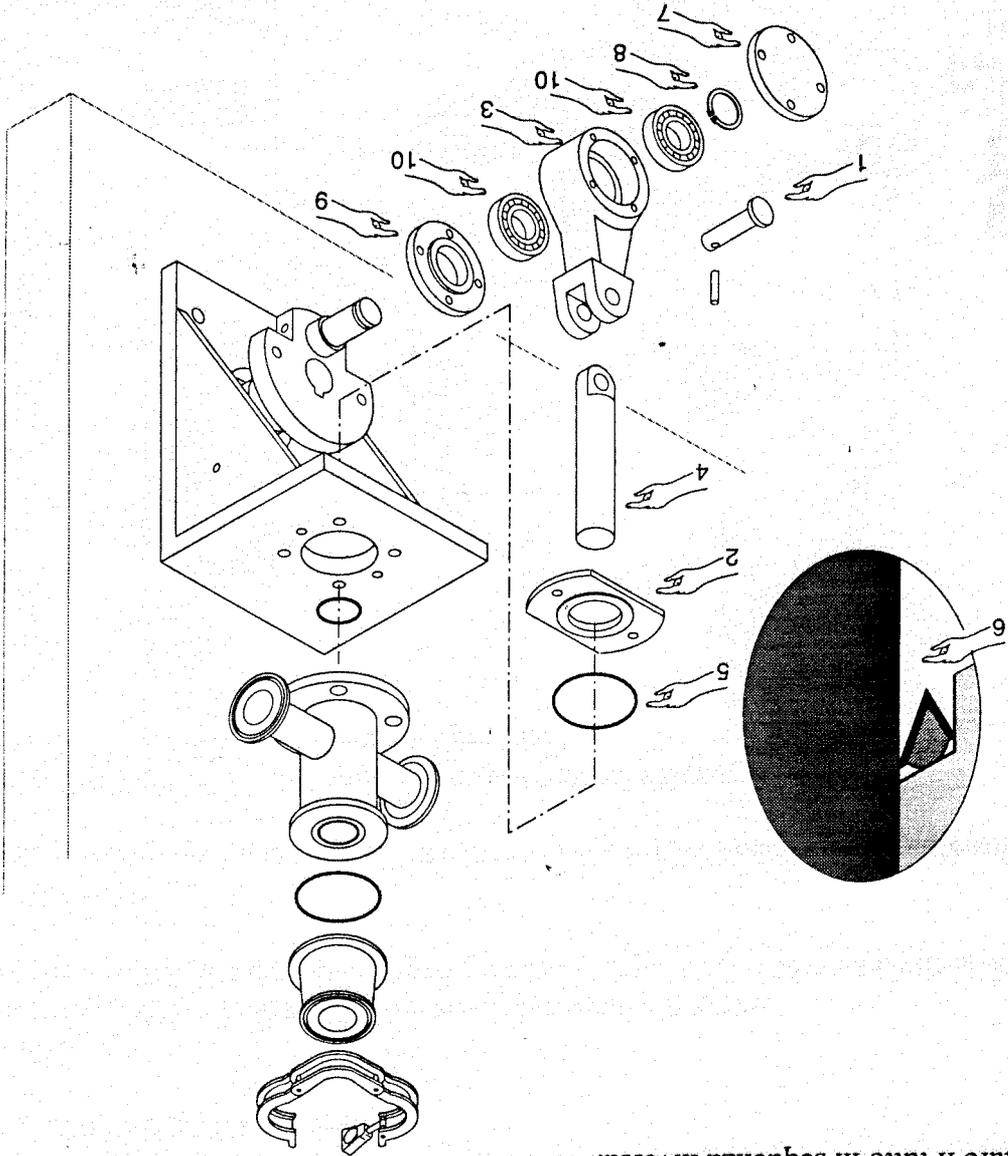

Fig.7.3
- Smontare lo spinnotto (Part.1, Fig.7.3) di collegamento pistone-biella.
- Smontare la piastra premi-guarnizione (Part.2, Fig.7.3), ruotare la biella (Part.3, Fig.7.3) ed estrarre il pistone (Part.4, Fig.7.3) e la guarnizione (Part.5, Fig.7.3).
- Rimontare la guarnizione (Part.5, Fig.7.3) nuova come da Part.6 (Fig.7.3) con l'avvertenza di non pizzicarla.
Smontare lo spinnotto (Part.1, Fig.7.3) di collegamento pistone-biella.
Smontare la flangia (Part.7, Fig.7.3) e l'anello elastico (Part.8, Fig.7.3).
Estrarre la biella (Part.3, Fig.7.3), smontare la flangia (Part.9, Fig.7.3) di contenimento ed estrarre i cuscinetti (Part.10, Fig.7.3).